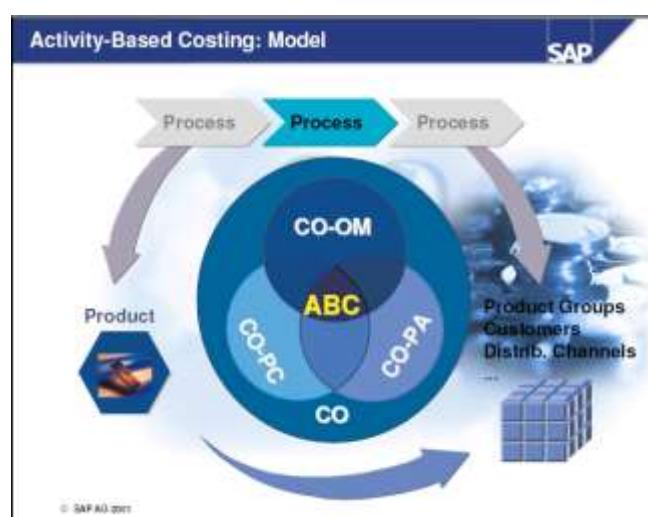

Figura 33: Modelul costurilor bazate pe activitate
**CO-ABC (Activity-Based-Accounting)** are rolul de a analiza costurile proceselor care se desfășoară inter-departamental și are ca prioritate obiectivele organizației și optimizarea fluxurilor afacerii. Procesele afacerii descriu o tranzacție a afacerii sau serii de acțiuni care consumă resurse și care pot fi implicate în mai mult de o unitate organizațională a unei întreprinderi. Costurile sunt alocate proceselor de business fără a conta care unitate organizațională le generează (Figura 33). Prevede opțiuni de alocare a costurilor care pot fi utilizate pentru costurile de regie în contabilitatea costurilor, contabilitatea profitabilității și contabilitatea vânzărilor. Costurile de regie sunt asignate centrelor de cost iar centrul de cost care utilizează resursele necesare pentru proces alocă costurile efectuate cu resursa la proces. Procesele sunt utilizate după aceea de către obiectele de cost (cum ar fi comenzi de fabricație/ producție) și costurile alocate acestor obiecte de cost. Eventualele costuri ale procesului care nu sunt alocate nici-unui obiect de